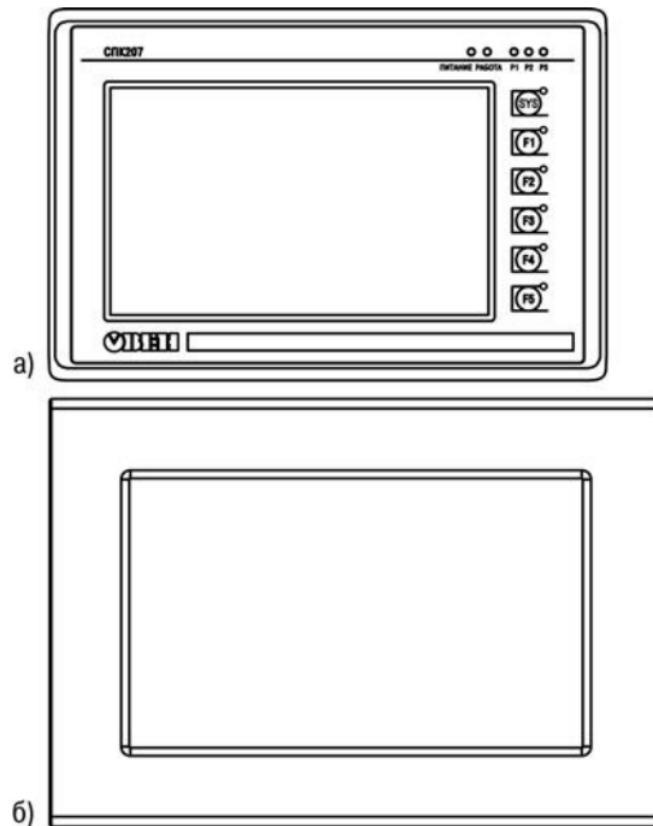

Рисунок 3.1 – Внешний вид лицевой панели: а) СПК207–Х.Х.Х0, б) СПК210–Х.Х.11
На лицевой панели СПК207-Х.Х.00 (рисунок 3.1) расположены:
- кнопки: «SYS», «F1», «F2», «F3», «F4», «F5» и шесть соответствующих одноцветных единичных индикаторов, загордающихся в момент нажатия кнопки (рисунок 3.1, а).